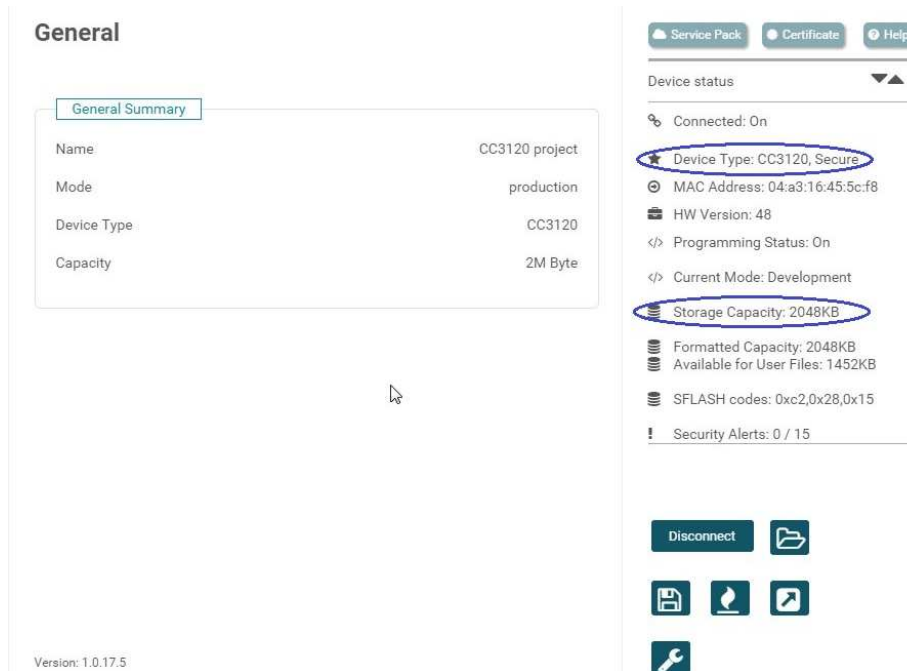

图 10. UniFlash 与 CC3120 相连
- 单击屏幕右侧的连接 (Connect) 按钮，连接板。如果连接成功，将在网页右侧显示器件信息（请参见图 10）。